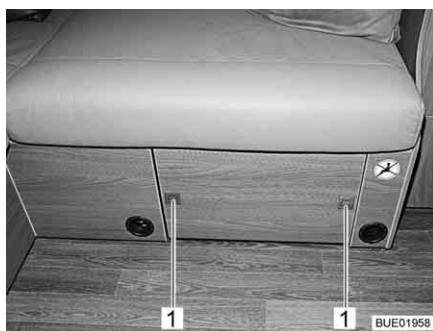

Fig. 116 Mesa de centro guardada
Extender la mesa de centro: ■ Pulsar los botones de presión (Fig. 116,1) en el panel de la caja de asiento. Los botones de presión saltarán hacia fuera.
■ Hundir los botones de presión (Fig. 116,1) hasta que engatillen.